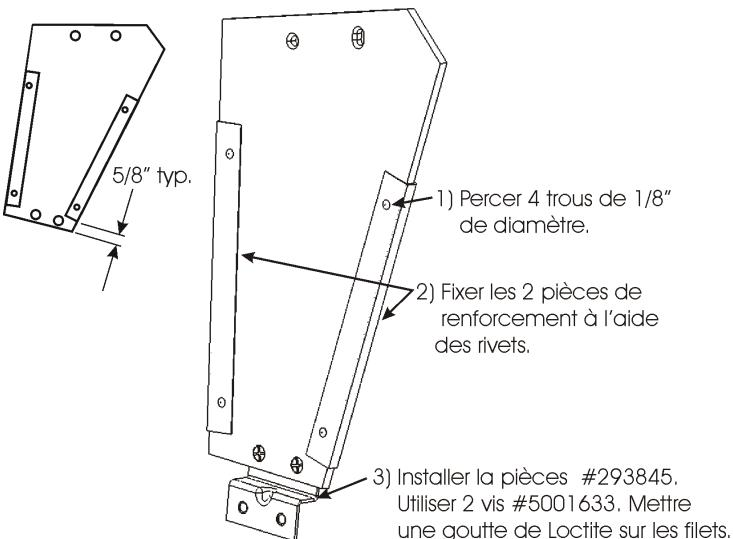

FIGURE 13
9. Procéder au pré-assemblage du support trapézoïdal. Suivre les étapes de la figure 13.